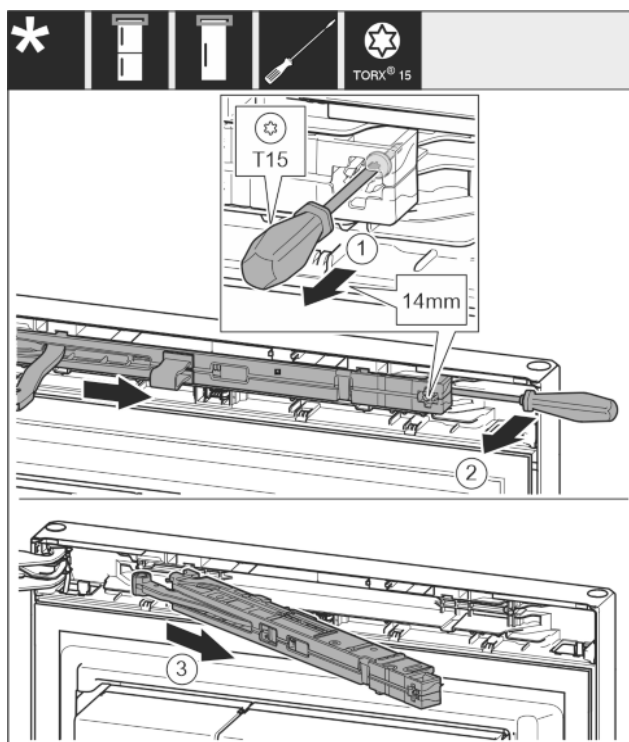

Fig. 9
- ▶ Odvijačem T15 otpustite vijak na jedinici prigušivača zatvaranja oko 14 mm. *Fig. 9 (1)*
- ▶ Umetnite odvijač na strani prijanjanja iza jedinice prigušivača zatvaranja i okrenite prema naprijed. *Fig. 9 (2)*
- ▶ Izvucite jedinicu prigušivača zatvaranja. *Fig. 9 (3)*